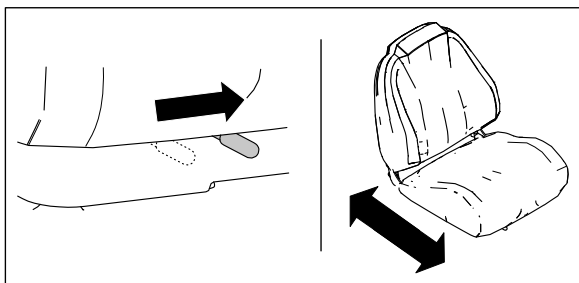

Bild 1
- A. Verwenden Sie den Sitzeinstellhebel, um den Sitz nach vorne und hinten zu schieben (Bild 1).